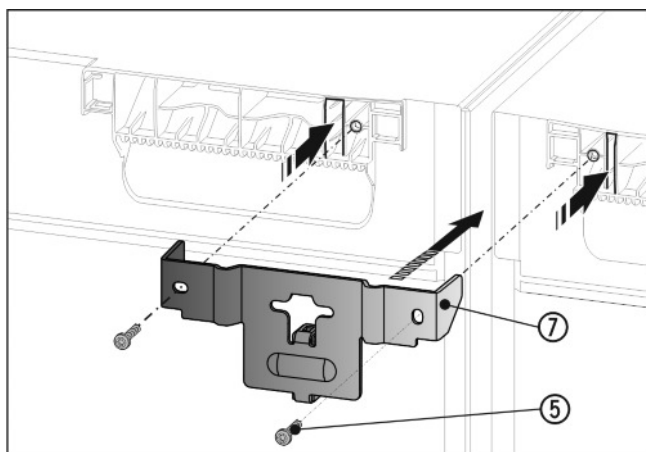

Fig. 9
- ▶ Schuif het hoekstuk Fig. 9 (7) met het afstandsstuk tussen de apparaten en de lipjes in de bovenkant van het apparaat. Met 2 schroeven Fig. 9 (5) vastdraaien.